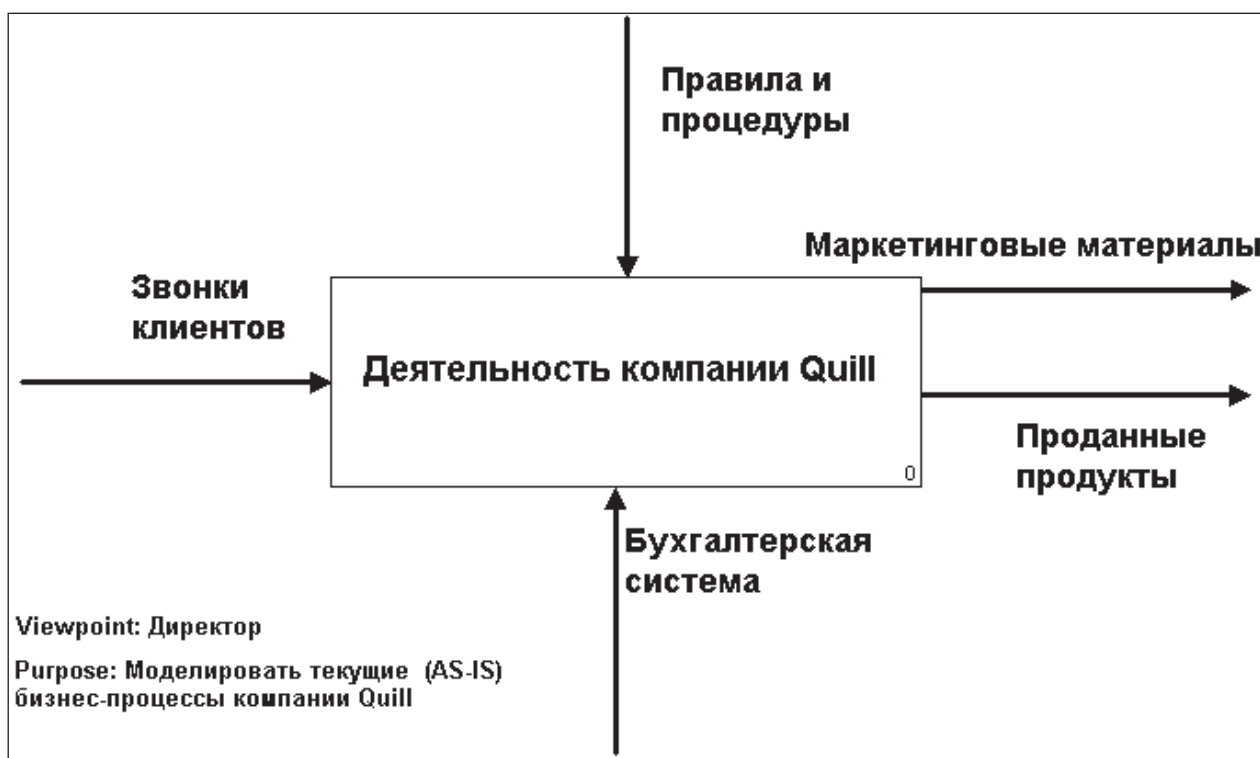

Рис. 1.3. Результат выполнения лабораторной работы № 1
21. Результат выполнения лабораторной работы № 1 показан на рис. 1.3.